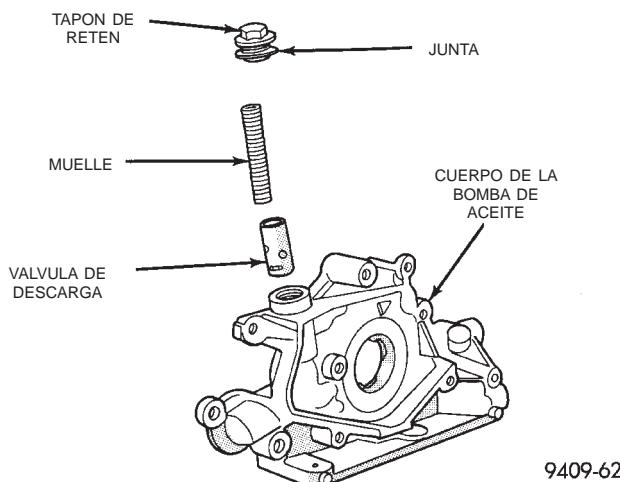
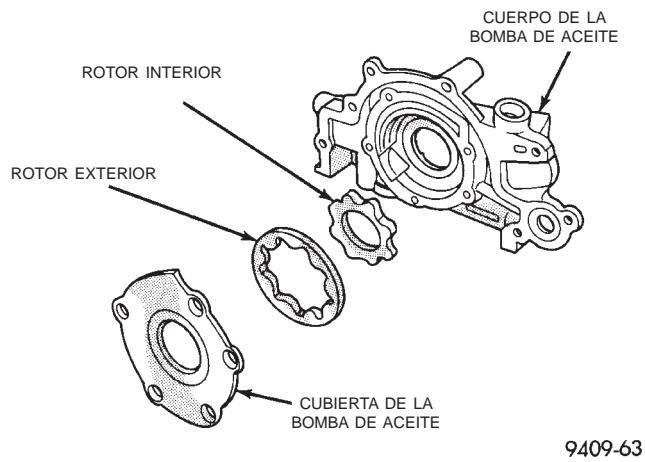

Fig. 101 Válvula de descarga de presión de aceite
Fig. 102 Bomba de aceite
(1) Para retirar la válvula de descarga, proceda de la siguiente manera:
(2) Retire el tapón roscado y la junta de la bomba de aceite (Fig. 101).
**PRECAUCION:** Debe instalarse la válvula de descarga de presión de la bomba de aceite tal como se muestra en la (Fig. 101) o puede producirse una avería seria.
(3) Retire el muelle y la válvula de descarga (Fig. 101).
(4) Retire los tornillos de la cubierta de la bomba de aceite y levante la tapa.
(5) Retire los rotores de la bomba.
(6) Lave todas las piezas con un solvente adecuado e inspeccione con detenimiento si existen averías o desgaste (Fig. 102).